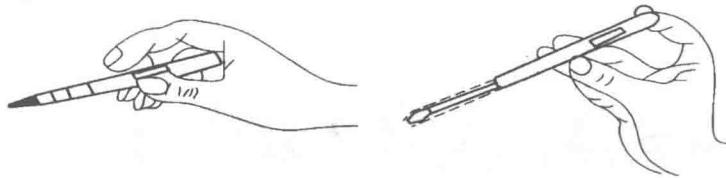

图 1-2 验电器的手持方法
(2) 测量时手指握住低压验电器笔身，食指触及笔身尾部金属体，低压验电器的小窗口应该朝向自己的眼睛，以便于观察，如图 1-2 所示。
(3) 在较强的光线下或阳光下测试带电体时，应采取适当避光措施，以防观察不清氖管是否发亮，造成误判。
(4) 低压验电器可用来区分相线和零线，接触时氖管发亮的是相线（火线），不亮的是零线。它也可用来判断电压的高低，氖管越暗，则表明电压越低；氖管越亮，则表明电压越高。